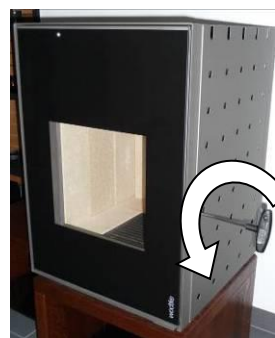

Fig. 16 Ouverture de la porte du foyer
- Ouvrez la porte du foyer (Fig. 16).